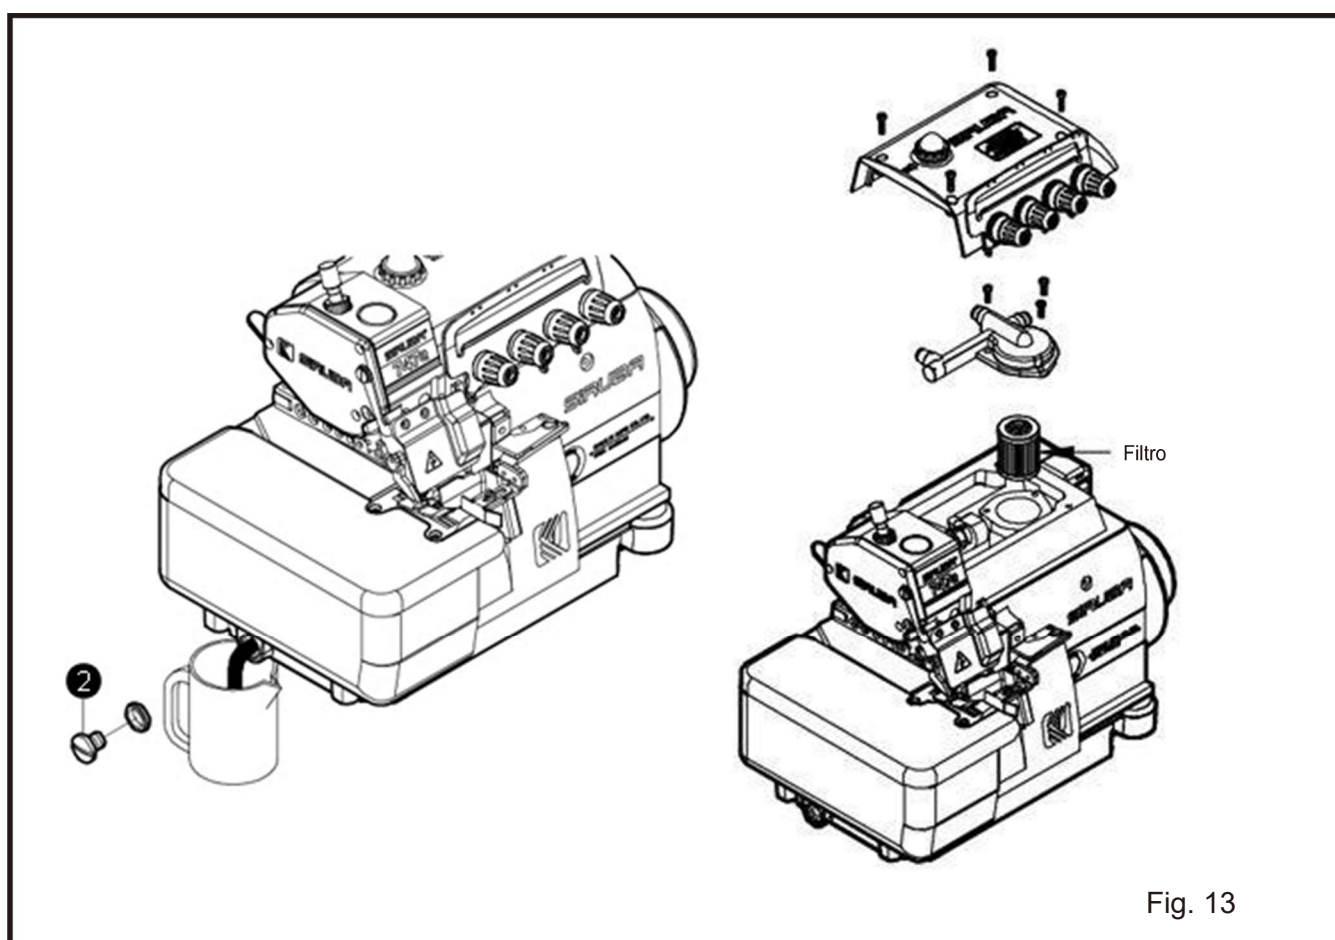

Fig. 13
①
2. Drenagem e reapplicação de óleo (Fig. 13)